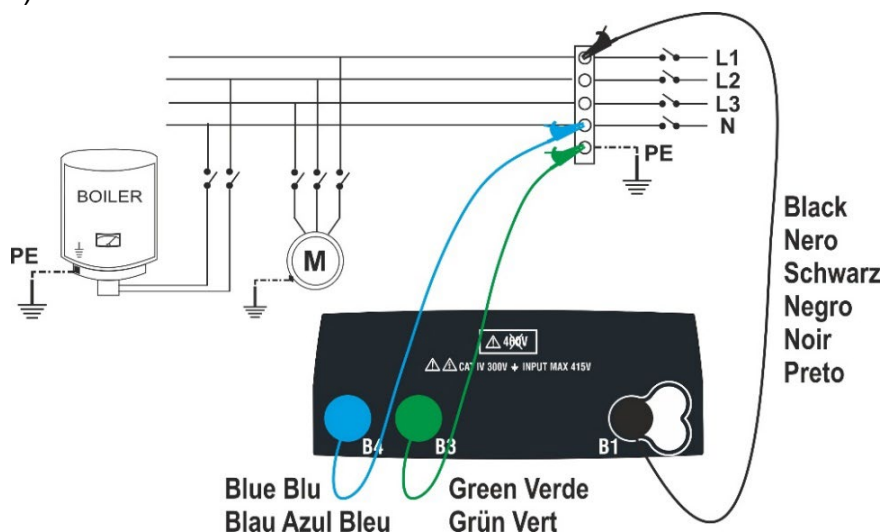
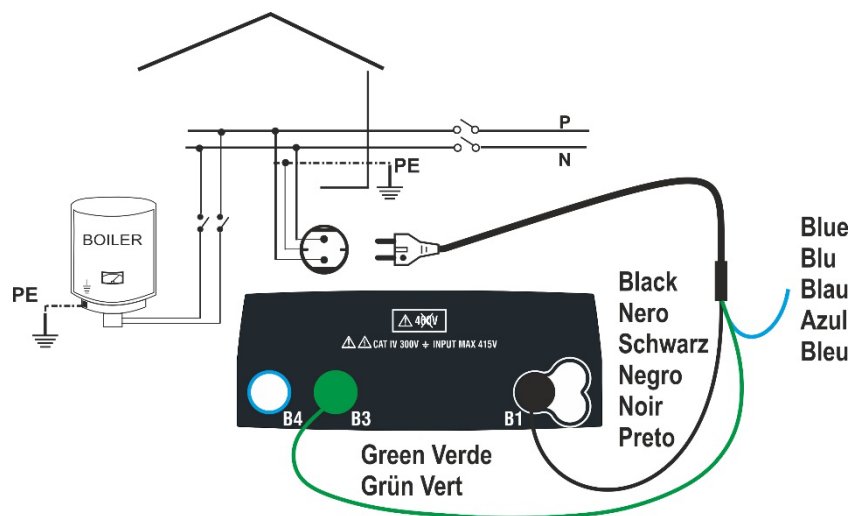
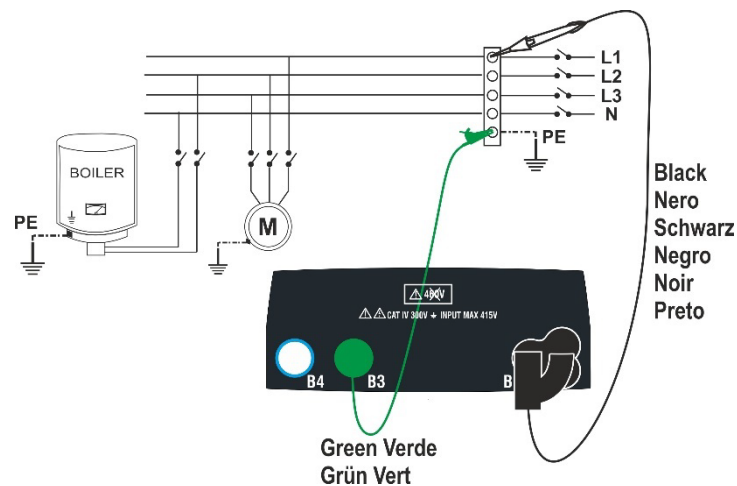

Fig. 11 Isolationstest mellan L-N-PE med testledningar (MAN- och AUTO-läge)
Fig.14: Isolationstest mellan L-PE med stickpropp (TMR-läge)
Fig. 16: Isolationstest mellan L-PE med testledningar och fjärrbetjäningsprob (TMR-läge)
5. Anslut testledningarna/fjärrbetjäningsproben till de ledare som skall testas, som visas på Fig. 11, Fig. 12, Fig. 13, Fig. 14, Fig. 15, eller Fig.16.